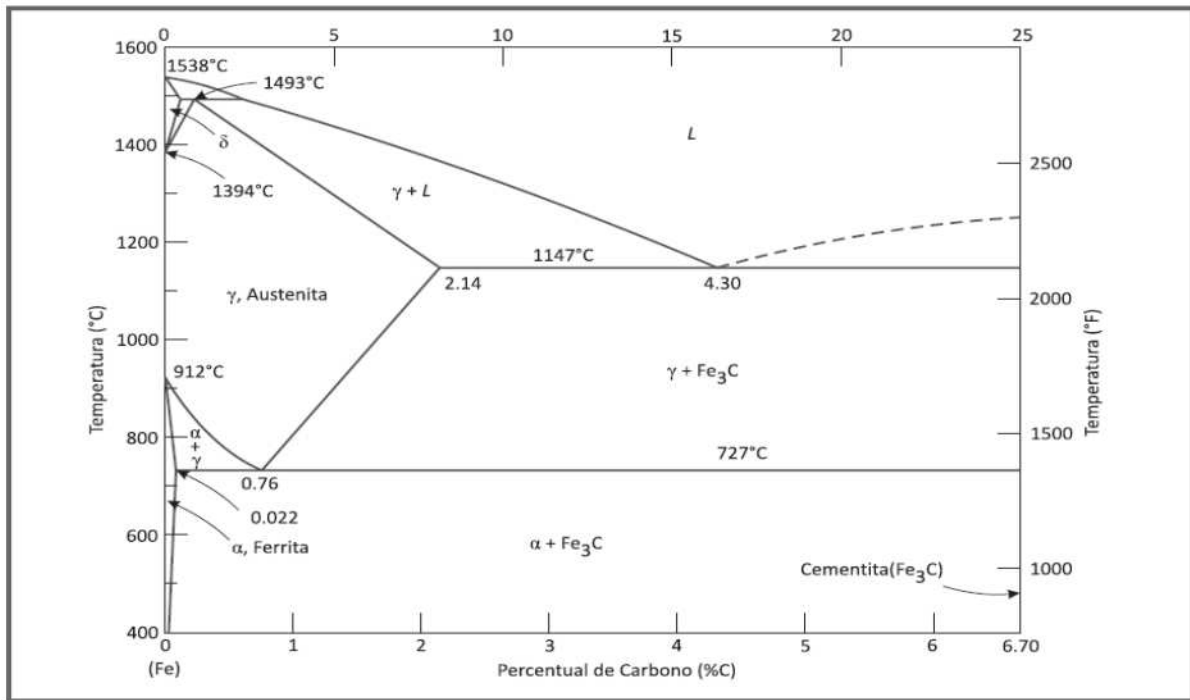

Figura 1
2. Um técnico de laboratório industrial necessita especificar um material (aço) que será utilizado para fabricação de uma câmara para ensaio de estanqueidade de fachadas em laboratório. De acordo com o diagrama de equilíbrio Ferro Carbono a seguir (figura 1), especifique esse material, sabendo-se que o material deverá ser um **Aço doce** que apresente uma média resistência mecânica. A especificação deve seguir as seguintes etapas: **(Espaço para resposta: diagrama de equilíbrio e resposta dissertativa com, no máximo, 30 linhas)**